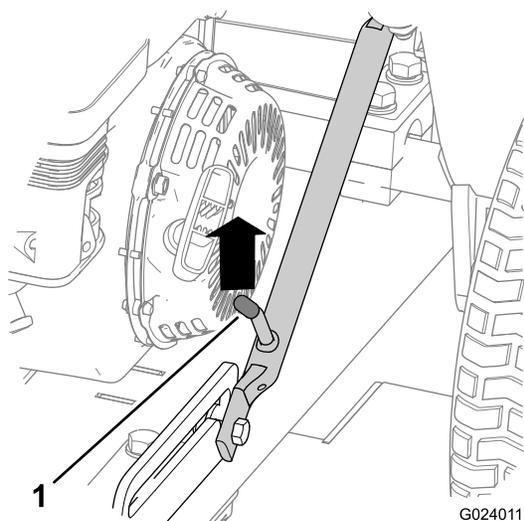
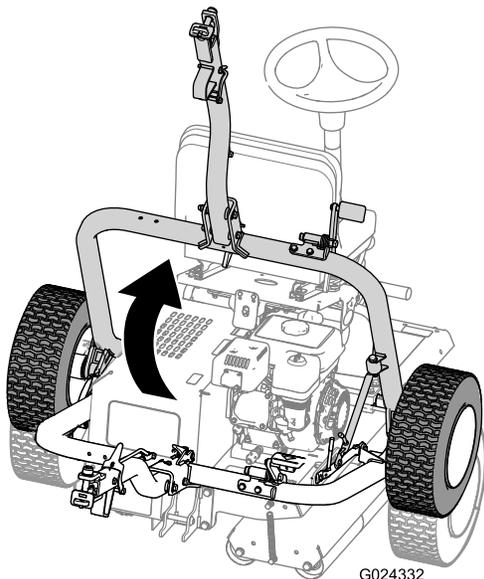

Figura 16
Figura 20
- A. Sollevate il gruppo dell'attacco in modo che la leva del dispositivo di fermo sia sbloccata dal fermo di scorrimento (Figura 16).
- D. Sollevate l'attacco (Figura 20) in modo che la leva del dispositivo di fermo sia bloccata nel fermo di scorrimento (Figura 16).